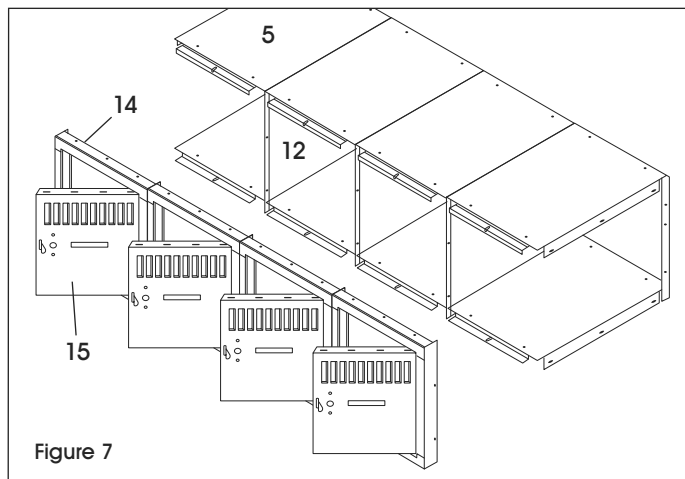

Figure 7
3. Positionnez l'ensemble des cadres et des portes (14 et 15) par-dessus la structure du casier. Assurez-vous que les sections latérales rentrent à l'intérieur des cadres et non dans l'espace entre chaque cadre. Fixez la partie supérieure de la structure à la partie supérieure des cadres et répétez pour les parties inférieures (un boulon chacune). De gauche à droite, fixez ensemble le panneau du cadre de porte (14) et le côté de la section horizontale (12) à l'aide de 2 boulons chacun. Les boulons seront partagés de chaque côté avec la porte. Laissez les trous de boulon situés à l'extérieur des cadres à découvert. Ces trous serviront à joindre les unités. (Voir Figure 7)